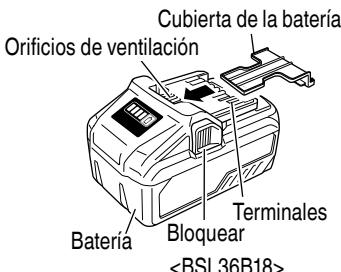

Fig. 4
- **Instale el paquete de baterías en la herramienta eléctrica o almácenelo presionando la tapa de baterías hasta que se oculten los orificios de ventilación para evitar cortocircuitos.** (Ver Fig. 4)